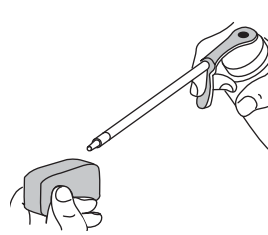

Fig. 23
- Aplique suficiente aceite limpio de motor SAE 30 para recubrir ligeramente el filtro (Fig. 23).